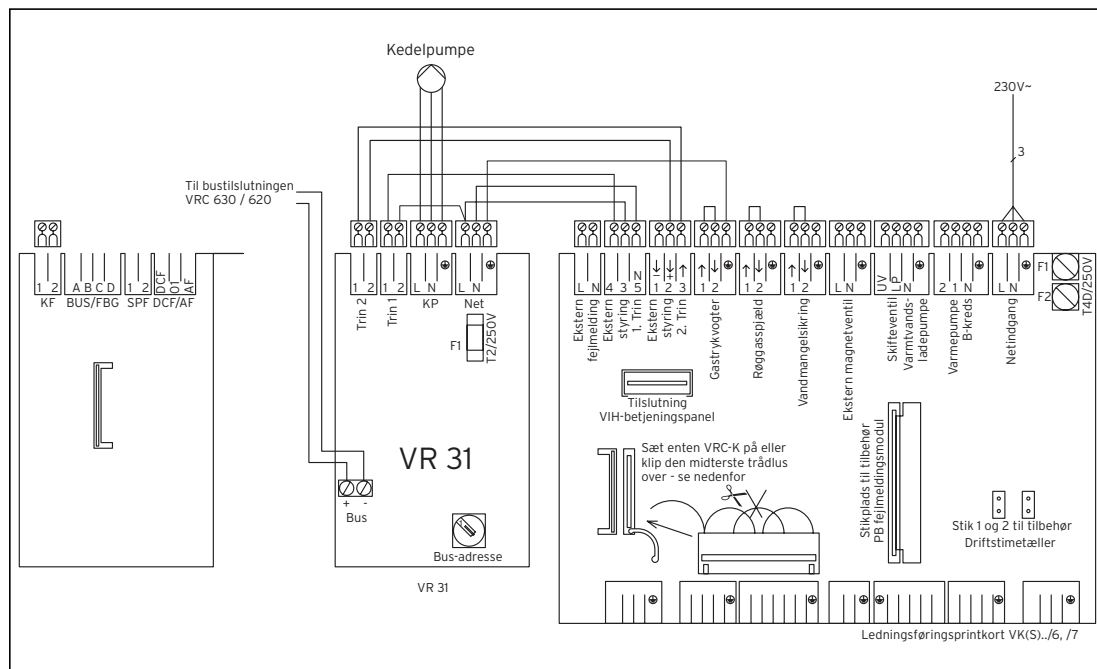

Fig. 4.2 EI-diagram
- Tilslut buskobleren efter tilslutningsdiagrammet (fig. 4.2) til gaskedlen.
- Przyłączyć moduł do kotła grzewczego, zgodnie ze schematem połączeń (rys. 4.2).